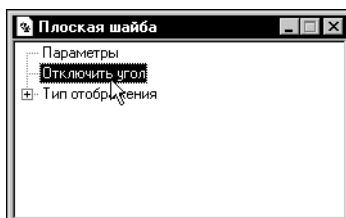

Рис. 57.30.
7. Ориентация шайбы совпадает с ее положением на чертеже, поэтому в диалоге **Плоская шайба** дважды щелкните по названию команды **Отключить угол** (рис. 57.30).